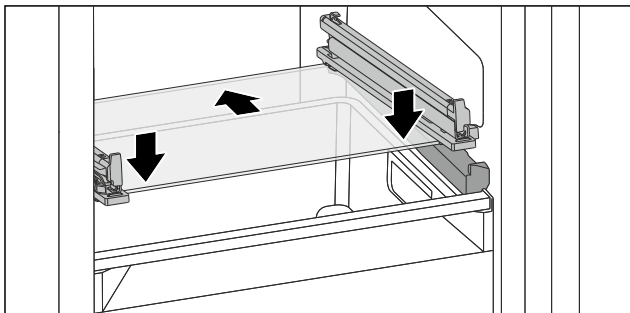

Fig. 178 Tablette en verre du tiroir basculable
- Placer la tablette en verre, en l'inclinant, derrière les butées. (voir Fig. 178)